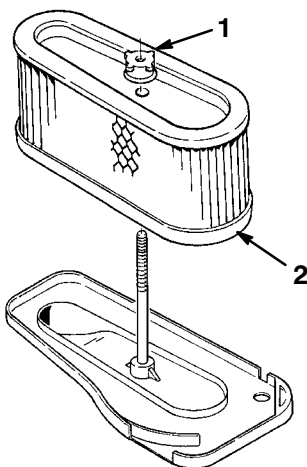

Figure 25
5. Dévissez l'écrou en caoutchouc et retirez l'élément en papier (Fig. 25).
2. Enfilez le filtre complet sur la longue tige. Vissez ensuite l'écrou en caoutchouc à la main, en appui contre le filtre à air (Fig. 25).